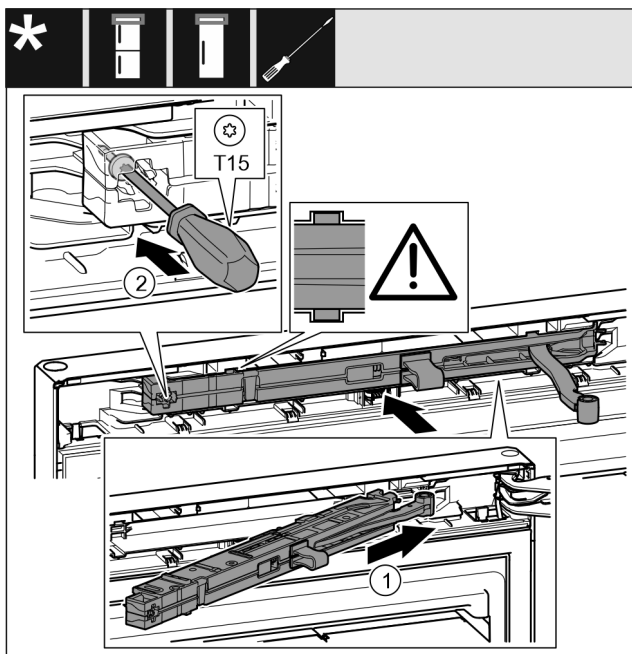

Fig. 49
- ▶ Jednotku tlumiče zavírání na straně stojanu ložiska zasuňte až na doraz šikmo do vybrání. Fig. 49 (1)
- ▶ Šroubovákem T15 pevně utáhněte šroub. Fig. 49 (2)